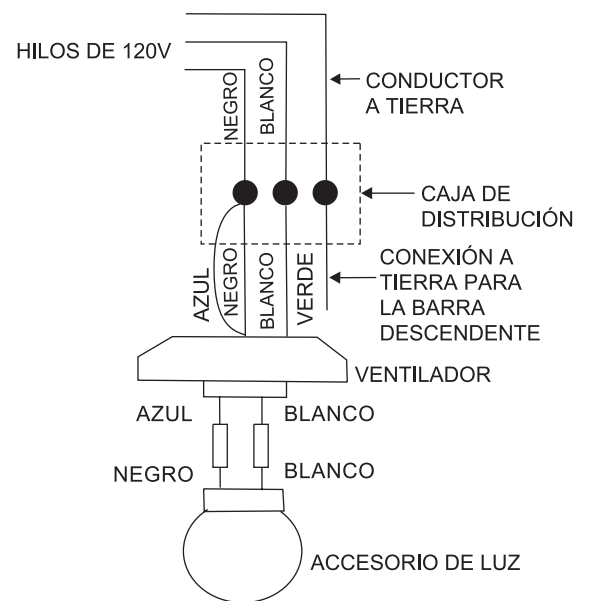

Figura 11
**Paso 1** Conectar el cable de alimentación (negro) de ventilador y el cable de alimentación (azul) de alimentación I al cable negro de alimentación residencial cómo se muestra en la Figura 11.